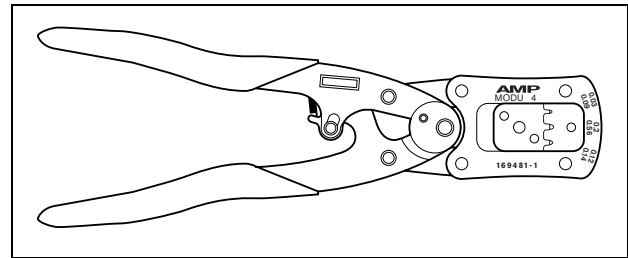

Abbildung 19.11: Tyco-Zange AMP Modu 4 169481-1
- Tyco-Zange AMP Modu 4 169481-1 (siehe Abbildung 19.11)